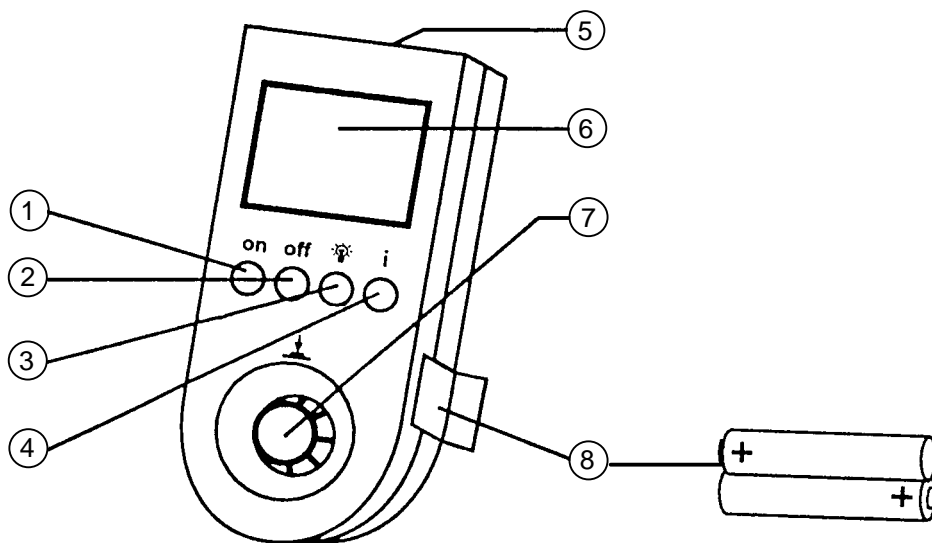
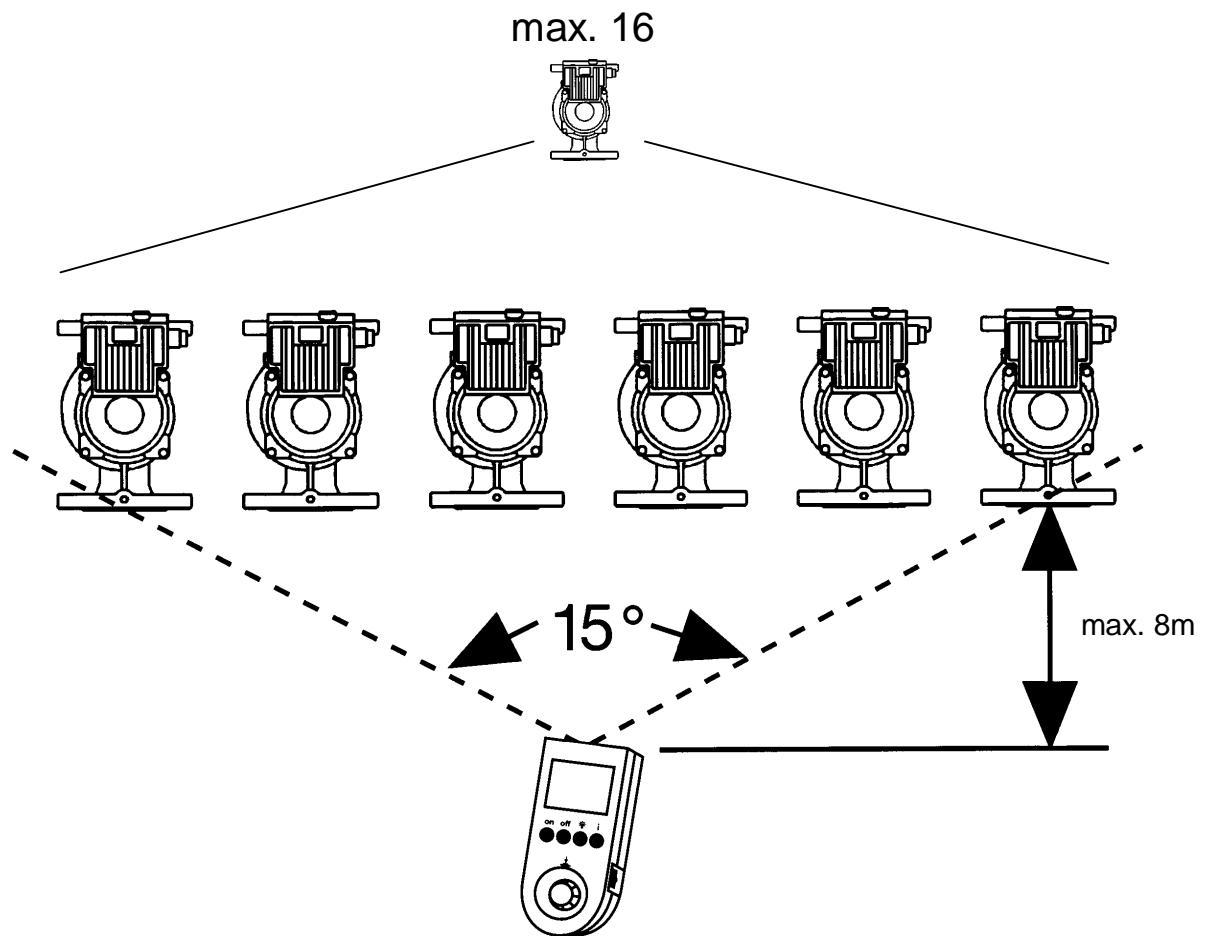

Bild 1: Framsida IR-monitor
Bild 3:
### 4.1 Beskrivning av IR-Monitorn (Bild 1)
- **Display:** (Bild 1, Pos. ) Bildupplösning 128 x 128 Dots, grafikframställning, framställning av fritt definierade symboler, med inkopplingsbar bakgrundsbelysning (Bild 1, Pos. ).
- **Energiförsörjning:** 2 Mignon-celler (Bild 1, Pos. ), om vardera 1,5 V. När batteriet är urladdat sänds en akustisk signal. Dessutom indikeras i displayen "Batterie erschöpft" (batteri slut). För att spara batteriekapacitet stänger monitorn automatiskt av, om inget kommando skett inom en bestämd förinställbar tidsperiod.
På monitorns framsida finns ett IR-Fönster (Bild 1, Pos. ), sändar- och mottagningsytorna, som måste riktas mot den för kommunikation valda pumpen. Öppningsvinklar på sändar- och mottagningsområdena för monitor och pumpmodul framgår av Bild 3 och måste noga iakttas vid pejling av vald pump.
Genom att trycka på "**ON**"-tangents (Bild 1, Pos. ) framträder **Startmenyn** på displayen (s. Tabell II) med WILO-Logo och operatörens namn
Med **Off**-tangents (Bild 1, Pos. ) stänger man av monitorn.
Med -tangents (Bild 1, Pos. ) tänds och släcks man bakgrundsbelysningen i displayen.
Med "**I**"-tangents (Bild 1, Pos. ) får man i displayen information om menyrepresentationen.
Med **Enhands-reglaget** (Bild 1, Pos. ) sköter man meny. De funktioner som direkt kan väljas i meny visas inverterat (mörk bakgrund). Genom att trycka (klicka) på manöverknappen utförs instruktionen för den i displayen markerade reglerfunktionen. Genom att vrida på knappen med en delbild i taget vandrar det markerade fältet till nästa markerade fält i samma meny (vridning höger framåt, vridning vänster bakåt), som sedan kan väljas. Om en pil framträder i undre resp övre delen av dataindikeringen, så anges därmed, att ytterligare datauppgifter finns att få, och dessa visas när man vrider på manöverknappen. Med hjälp härav kan informationsfältet flyttas vidare genom att man vrider på knappen. I detta fall visas ingen av de befintliga funktionerna inverterat.